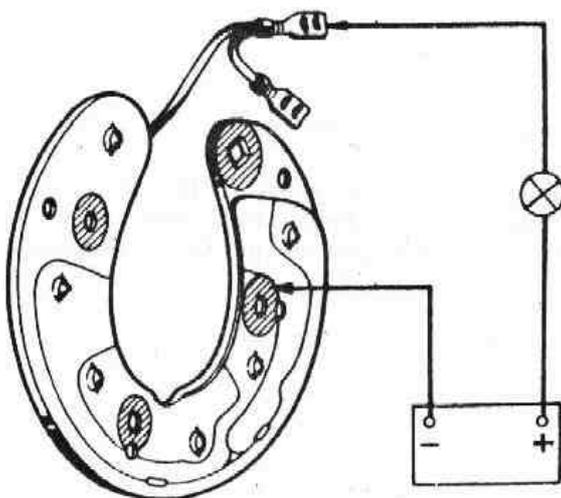

Fig. N-16 Comprobación del puente rectificador
- 5.3.5. Invertir las conexiones, es decir, conectando el borne positivo de la fuente de alimentación a través de la lámpara de prueba, a la salida común de los diodos auxiliares y el borne negativo a las zonas destinadas a las conexiones de los arrollamientos incluidos (ver Fig. N-16). La lámpara deberá permanecer apagada en cada uno de los contactos realizados, si la lámpara se enciende, cambiar el puente, pues el diodo - auxiliar en prueba está deteriorado.